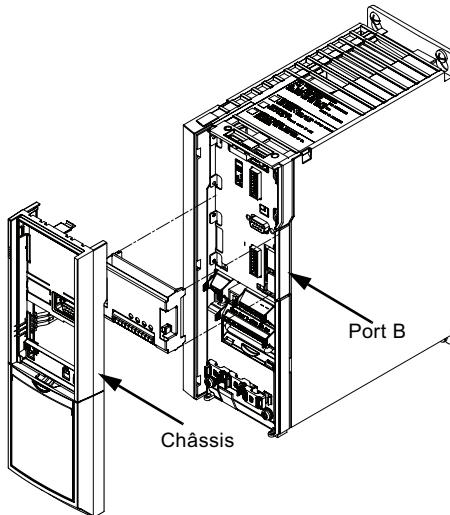

Fig. 3 Boîtiers A2, A3 et B3
- Retirer du CUE le panneau de commande, le couvercle de bornes et le châssis. Voir fig. 3.